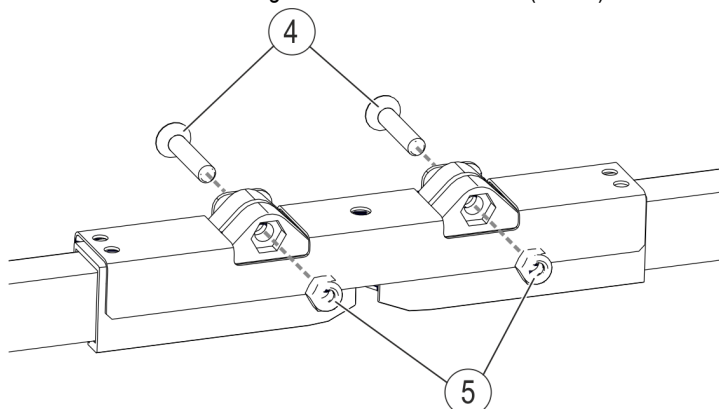

Abb. 100: Blech für Lufttrennstelle montieren
- Blech für Lufttrennstelle (Pos. 2) mittels Senkschrauben DIN 7991 M6x30-A2 (Pos. 4) mit Gabelschlüssel SW 10 anziehen und die Sicherungsmuttern DIN 985 M6-A4 (Pos. 5) auf den Endkappen montieren (siehe Abb. 100).